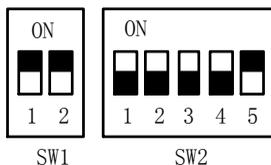

图 6-1-1 设置调试模式示意图
(1) 进入调试模式：将控制器拨码开关 SW1 的第 2 位置为 ON，给控制器上电，使控制器进入调试模式，如图 6-1-1 所示。该模式下，RUN 灯熄灭，控制器内部的用户程序暂停运行。